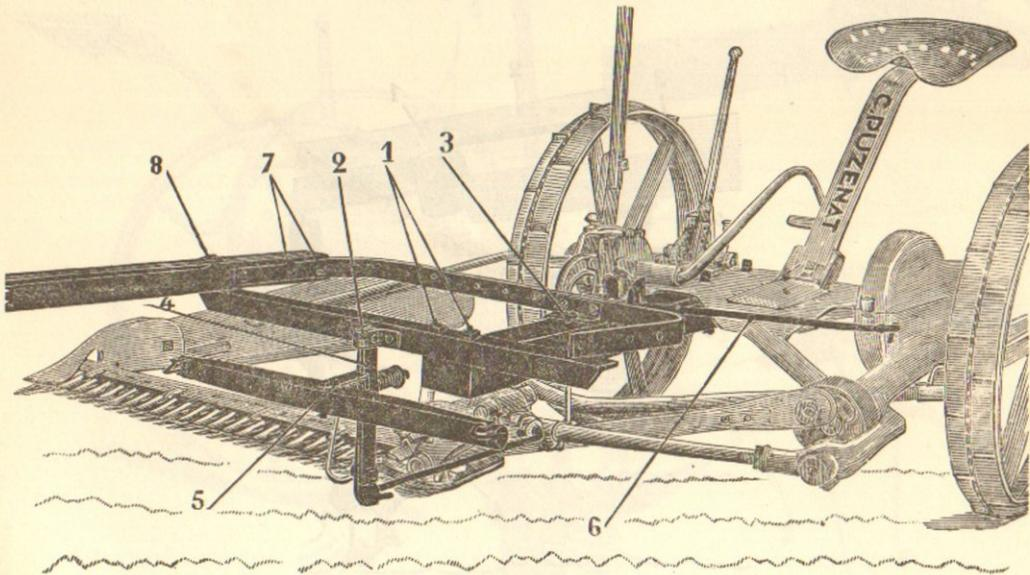

Fig. 4
**b) Attelage à 1 cheval pour Faucheuse D. 2 b. (Fig. 4) :**